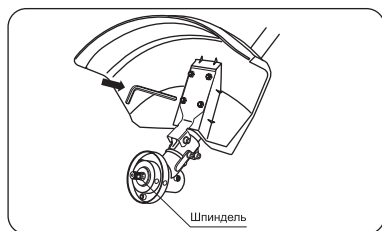

Рис. 5
- Закрепите защитный кожух на планке болтами с шайбами с помощью шестигранного ключа (Рис.5).